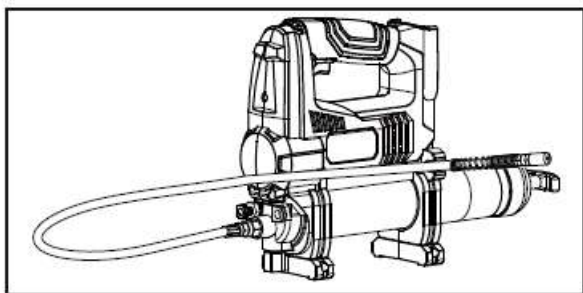

FIG. 9
- Założ z powrotem nasadkę węża i przechowuj wąż jak na rys. 9.